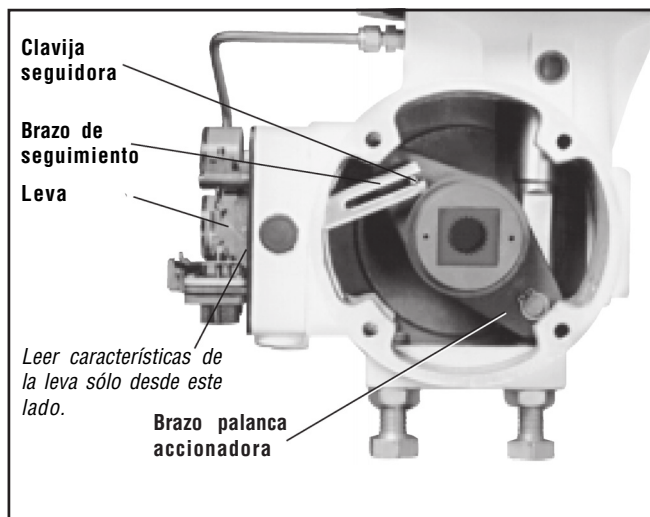

Figura 5: Instalación del posicionador de la Serie XL en el accionador giratorio Valtek
5. Si la clavija seguidora está presente, insertarla en el orificio del brazo de palanca del accionador y empujarla firmemente en posición con un martillo (véase la figura 5).
6. Aplicar grasa a las superficies deslizantes del brazo seguidor antes de montar el posicionador en la caja de transferencia. Al montar el posicionador en la caja de transferencia, es necesario guiar el brazo seguidor de modo que la clavija se inserte en la ranura del brazo seguidor (véase la figura 5). Fijar el posicionador en la caja de transferencia con los tres tornillos de montaje. Empujar hacia arriba la leva para comprobar que la clavija se encuentra en la ranura del brazo seguidor o bien retirar la cubierta de la caja de transferencia para comprobar su posición.